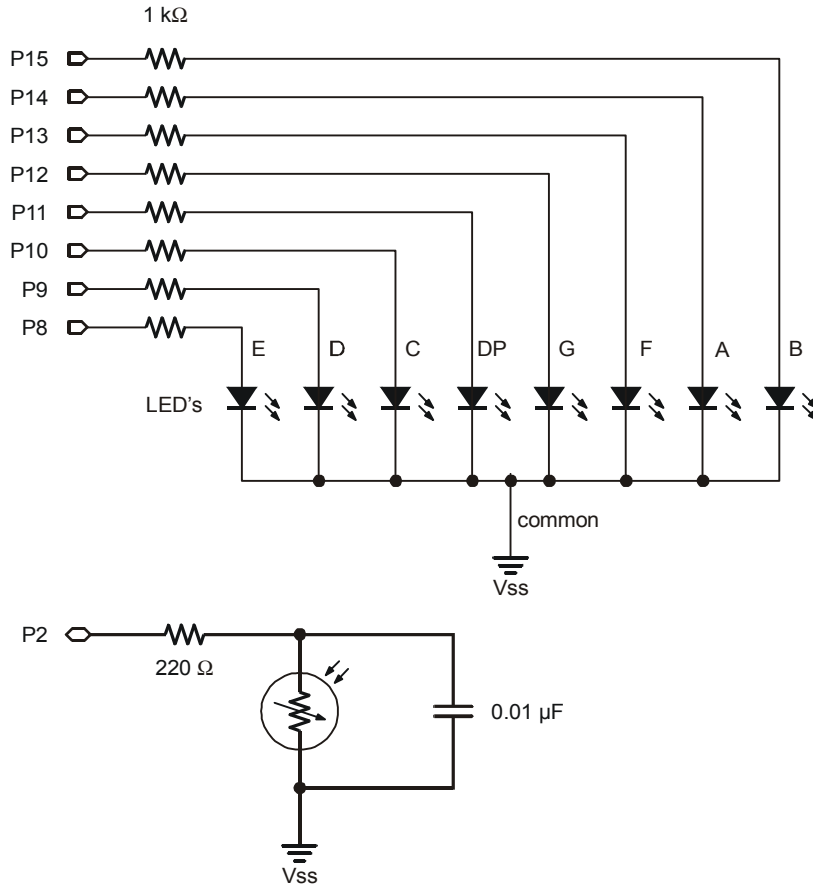
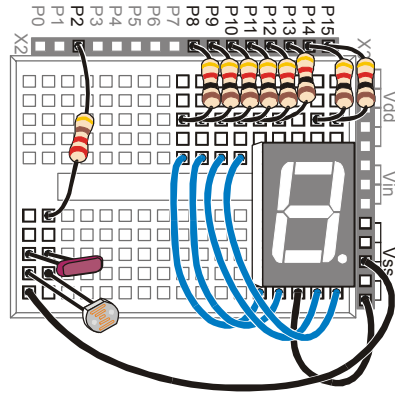

Figura 7-9
Figura 7-10
La Figura 7-9 mostra gli schemi del circuito del display LED a 7-segmenti e della fotoresistenza che saranno usati per costruire il misuratore di luce, e la Figura 7-10 mostra lo schema di cablaggio del circuito. Il circuito della fotoresistenza è lo stesso che avete usato negli ultimi due esercizi, ed il circuito del display LED a 7-segmenti è lo stesso che era controllato dal BASIC Stamp nel Capitolo #6.
- √ Costruite il circuito mostrato in Figura 7-9 ed in Figura 7-10.